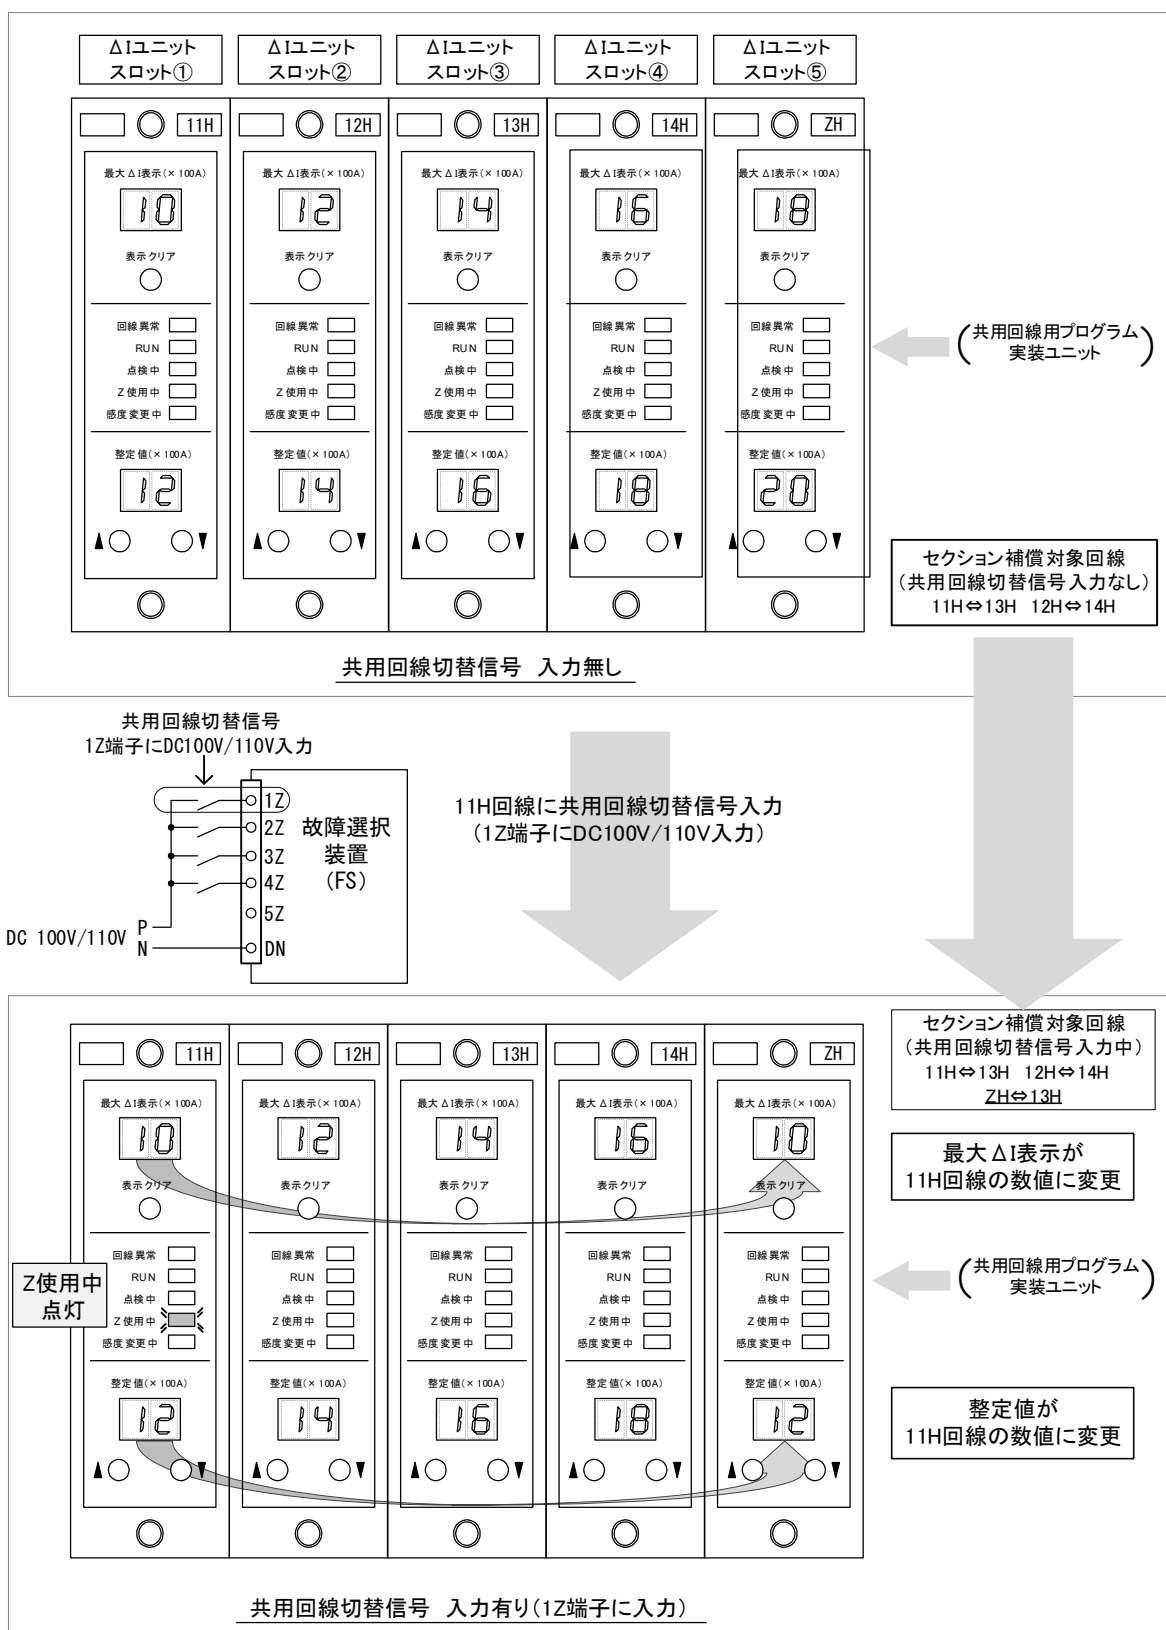

図 34. 共用回線切替機能
共用回線切替機能は、図 34 のようにスロット⑤に共用回線用の  $\Delta I$  ユニットが実装されている場合に使用することができます。共用回線切替信号の入力端子は、故障選択装置の背面端子の 1Z, 2Z, 3Z, 4Z 端子です。共用回線切替信号入力端子 1Z, 2Z, 3Z, 4Z がそれぞれスロット①, ②, ③, ④の  $\Delta I$  ユニットの共用回線切替に対応しています。
図 34 のように 1Z, 2Z, 3Z, 4Z 端子のいずれか 1 端子と DN 端子間に DC100V/110V を入力すると共用回線切替機能が有効になります。切替中は、共用回線 (FZ 回線) の  $\Delta I$  ユニットの下記設定が入力した端子に対応した  $\Delta I$  ユニットの設定に切り替わります。